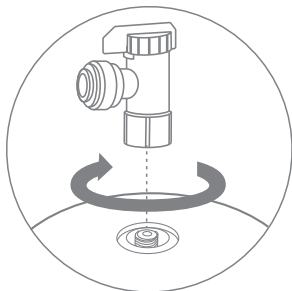

Рис. 17
- Накрутите вентиль на резьбовой штуцер бака, используя идущую в комплекте уплотнительную шайбу (рис. 17). Запрещается применение дополнительных уплотнительных материалов, таких как фум-лента, сантехнический лен, герметик.